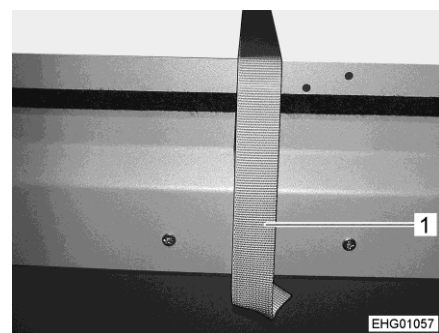

Fig. 56 Linguetta di sicurezza, pannello di appoggio posteriore
- Allentare la linguetta di sicurezza (Fig. 56,1).
- Bloccare il pannello di appoggio posteriore con la linguette di sicurezza (Fig. 56,1).